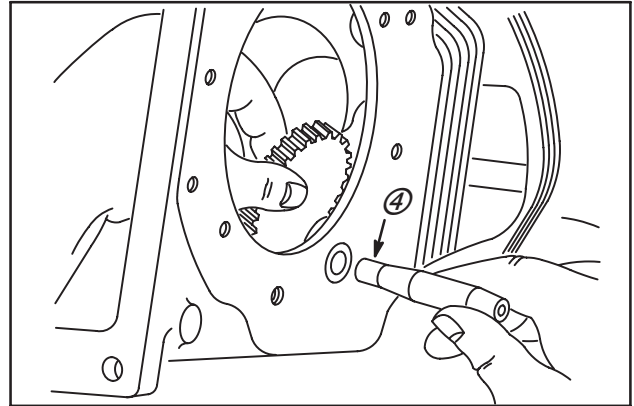

Fig. 19
3. Glisser l'axe d'arbre à cames (4) du côté prise de force dans l'arbre à cames, Fig. 19.